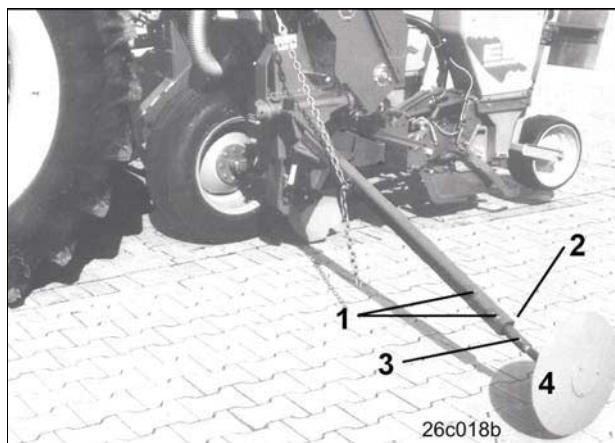

Рис. 98
- Открутите зажимные винты (Рис. 98/1)
- Выдвиньте на соответствующую длину консольную штангу (Рис. 98/2).
- Открутите зажимной винт (Рис. 98/3) и выдвиньте диск маркера (Рис. 98/4). Интенсивность работы маркера путем проворачивания диска установите так, чтобы он на легких почвах двигался практически параллельно направлению движения, а на тяжелых почвах имел более агрессивный угол атаки, чтобы работа была агрессивней и оставался четко видимый след.